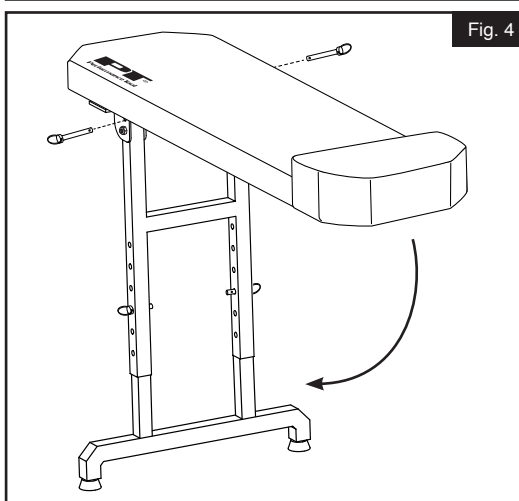

Fig. 4
4. Lorsque vous êtes prêt à utiliser la planche, déployez l'ensemble de la base des jambes à 90°, et insérez les deux goupilles Linch restantes dans les trous de la plaque de base de l'ensemble de la planche. (Fig. 4).